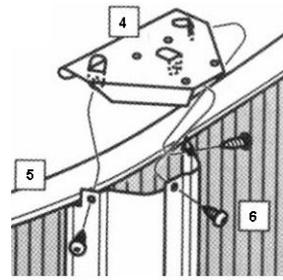

Fig. 20
- Accrochez une plaque supérieure (Fig. 20 – 4) par dessus le rebord supérieur de la paroi de la piscine (Fig. 20 – 5). Placez la plaque supérieure sur le sommet du montant avec les languettes à l'intérieur du montant (Fig. 20). Assurez-vous que le montant soit bien vertical.
- Alignez les trous pour les vis et fixez de chaque côté (Fig. 20 – 6).